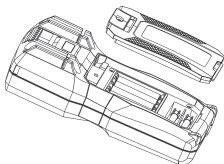

Рис.15. Замена батареи и предохранителей
8. Замена батарей и предохранителей (рис. 15)